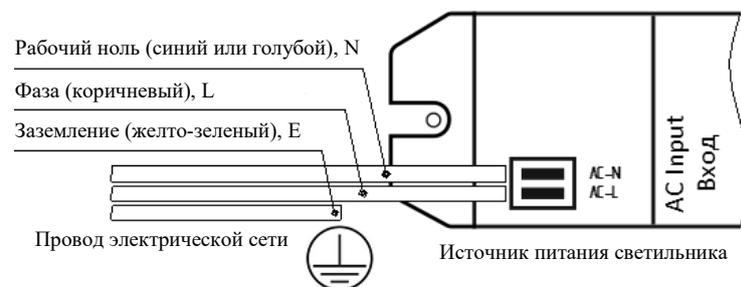

Рисунок 2 – Подключение источника питания
8.5 Откройте крышку входа на источнике питания. Обратите внимание на обозначения контактов на коннекторах: AC-N и AC-L (Рисунок 2).
8.6 Подключите подведенный провод ко входу источника питания, вставив провода в соответствующие коннекторы (Рисунок 2): коричневый провод – фаза (L) в коннектор AC-L; синий или голубой провод – рабочий ноль (N) в коннектор AC-N; желто-зеленый провод – заземление соединить любым удобным способом с желто-зеленым проводом светильника.